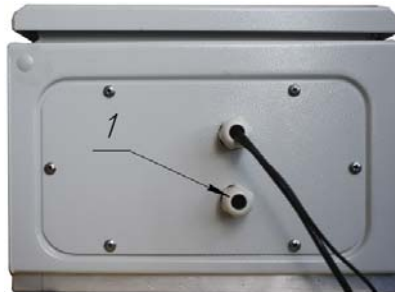

Рисунок 4.2
1. Ввести кабель питания через гермоввод (сальник) – 1 (Рисунок 4.2).